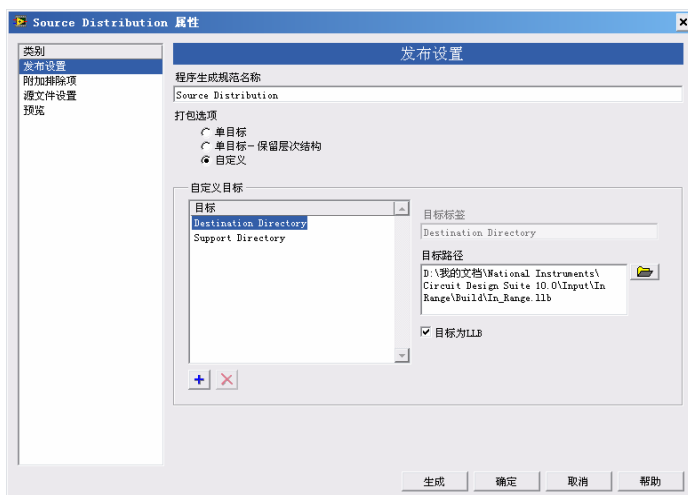

图 6-44 “Source Distribution 属性”对话框
1) “在项目浏览器”窗口的程序生成规范中打开“Source Distribution”，如图 6-44 所示“Source Distribution 属性”对话框。